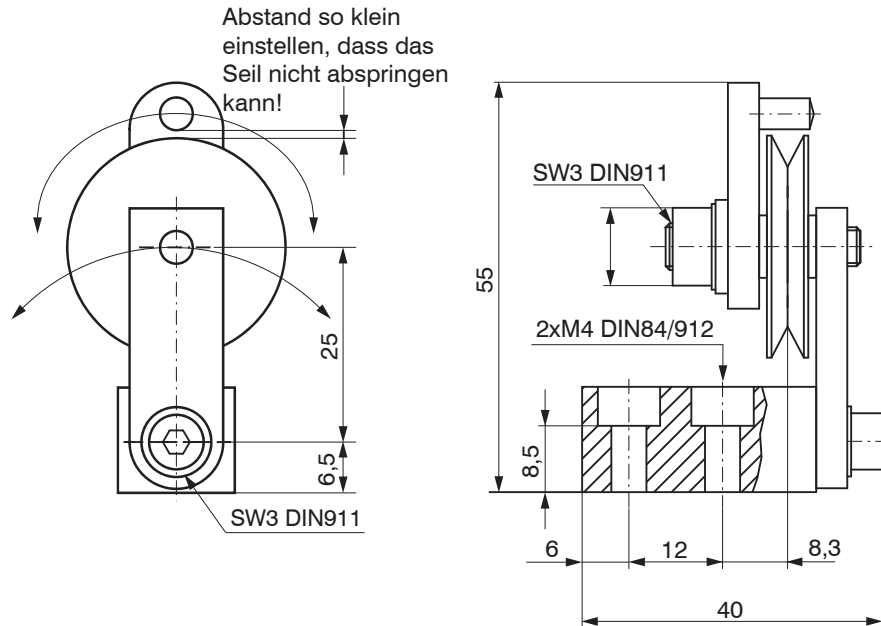

Abb. 6 Umlenkrolle TR1-WDS mit verstellbarem Montagefuß, Abmessungen in mm
- TR1-WDS Umlenkrolle mit Montagefuß, *siehe Abb. 6*